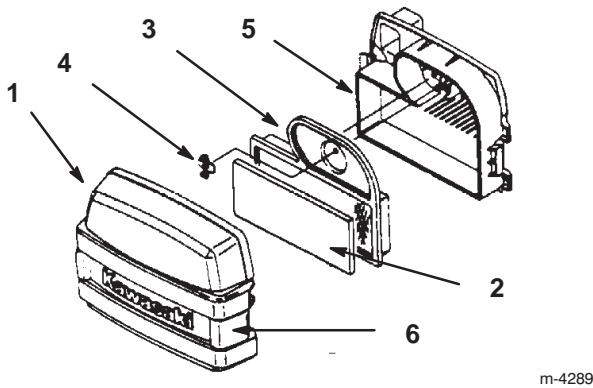

Bild 19
2. Reinigen Sie den Bereich um den Luftfilter herum, um zu verhindern, dass Schmutz in den Motor fällt und Schäden verursacht. Lösen Sie beide Seitenverschlüsse und entfernen den Luftfilterdeckel (Bild 19).
3. Schieben Sie den Schaumeinsatz vorsichtig vom Papiereinsatz herunter (Bild 19).
4. Schrauben Sie die Flügelmutter los und entfernen den Papiereinsatz (Bild 19).
1. Schieben Sie den Schaumeinsatz vorsichtig auf den Papiereinsatz (Bild 19).
2. Schieben Sie die Luftfiltergruppe auf das Luftfilterunterteil und drehen die Flügelmutter auf (Bild 19).
3. Bringen Sie den Luftfilterdeckel und die Verschluss schraube an (Bild 19).